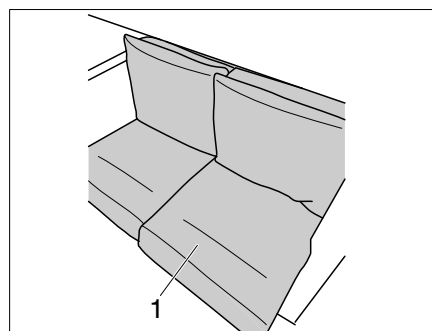

Fig. 220 Posizionare il cuscino
Sul retro, il cuscino del sedile (Fig. 220,1) ha un rinforzo in plastica.
- Posizionare il cuscino del sedile (Fig. 220,1) con il rinforzo sul lato destro.